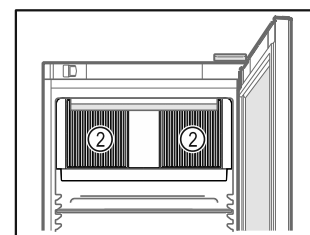

Fig. 59
- Hoidke ringlusõhupuhuri ventilatsioonipilud Fig. 59 (2) siseruumis vabad.